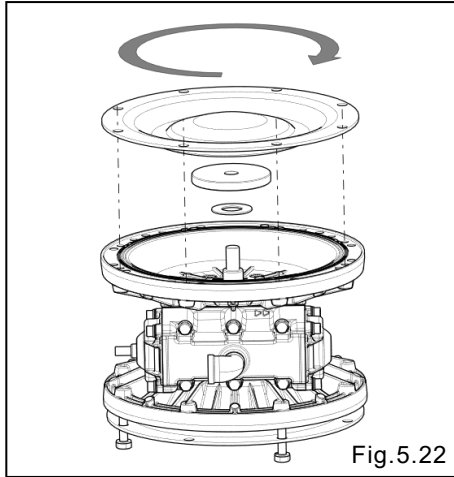

Fig.5.22
- Gire y apriete manualmente el diafragma en sentido de las manecillas de un reloj, hasta quedar apretado firmemente [Fig.5.22].